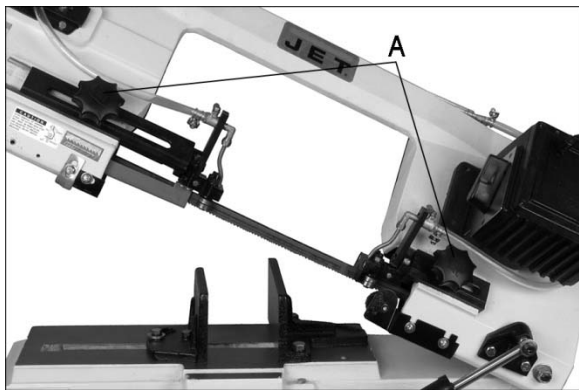

Figure 24
1. Loosen knobs (A, Figure 24).